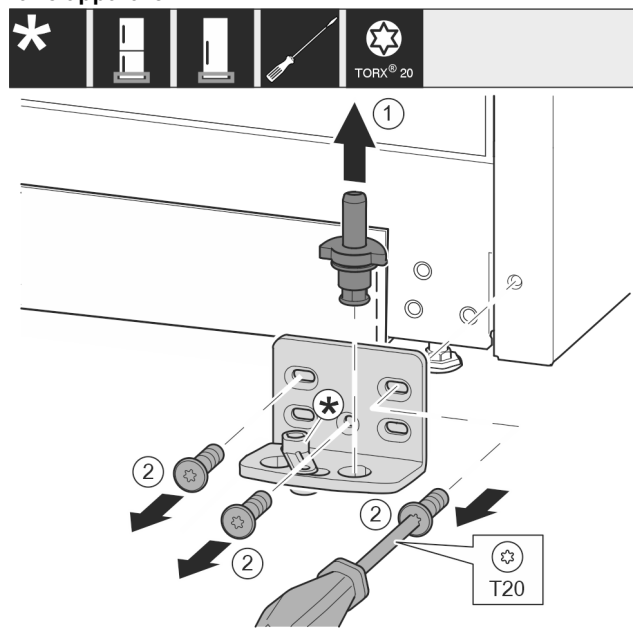

Fig. 15
- Træk hængselboltten helt opad og ud. Fig. 15 (1)
- Skru skruerne ud med skruetrækkeren T20, og tag hængselkonsollen af. Fig. 15 (2)